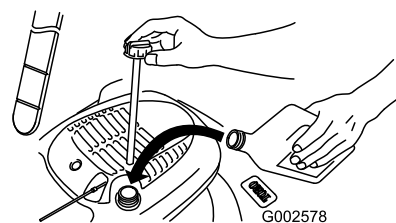

Figure 31
4. Vierta **lentamente** aceite en el tubo de llenado hasta que el nivel llegue a la marca **Full** de la varilla (Figure 31). **No llene demasiado.** (Capacidad máxima: 0,6 l, tipo: SAE 30W, aceite detergente con clasificación de servicio API SF, SG, SH, SJ, SL o superior.)